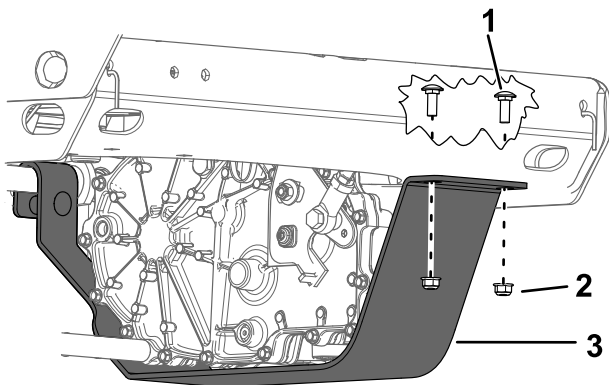

Рисунок 64
5. Отверните 2 болта с гайками с обоих ограждений коробки передач (Рисунок 64).
- Поверните ограждения коробки передач вверх и закрепите их с помощью 2 болтов и 2 гаек (Рисунок 64).